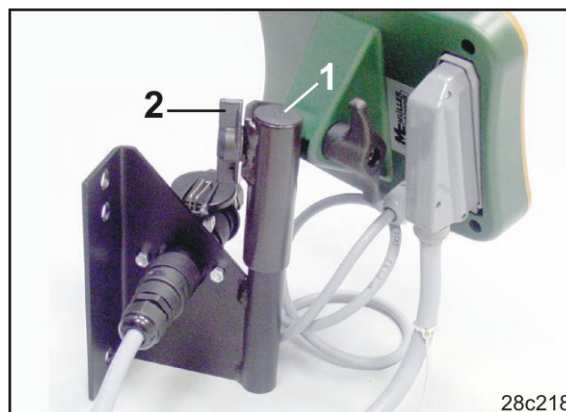

Fig. 18
1. Bloquez l'élément de jonction (Fig. 18/1) sur la console et fixez-le à l'aide de la vis à ailettes (Fig. 18/2).